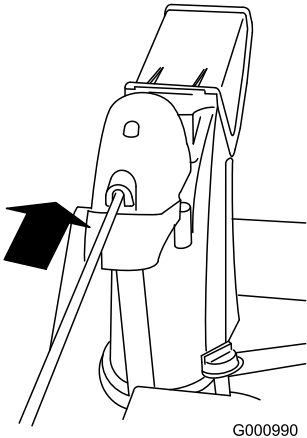

Figura 15
- Insira a extremidade frontal da barra na abertura na parte de trás da cobertura da engrenagem da calha até que deslize para a engrenagem da calha (Figura 15).